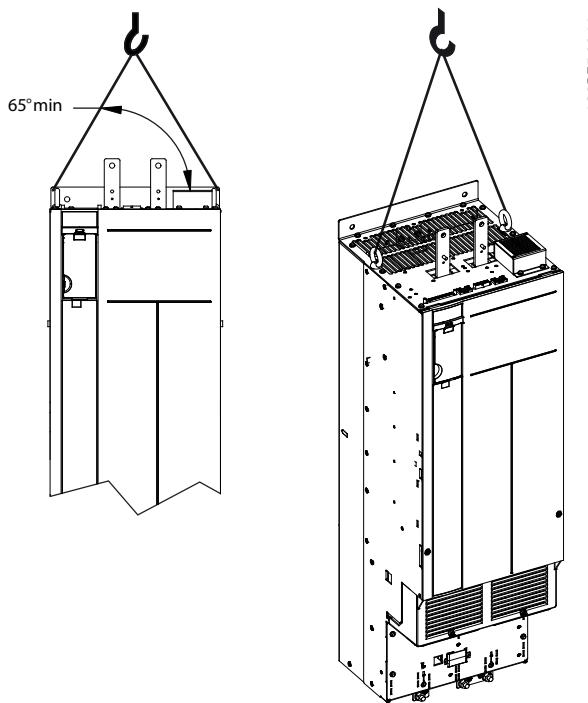

Ilustración 4.3 Elevación del convertidor de frecuencia
Eleve siempre el convertidor de frecuencia mediante los pernos de ojo dispuestos para tal fin de la parte superior del convertidor. Consulte la *Ilustración 4.3*.
- El ángulo que forma la parte superior del módulo de convertidor de frecuencia con los cables de elevación afecta a la fuerza de carga máxima que puede soportar el cable. Este ángulo debe ser de 65° o mayor. Consulte el *Ilustración 4.3*. Ajuste los cables de elevación y calcule sus dimensiones adecuadamente.